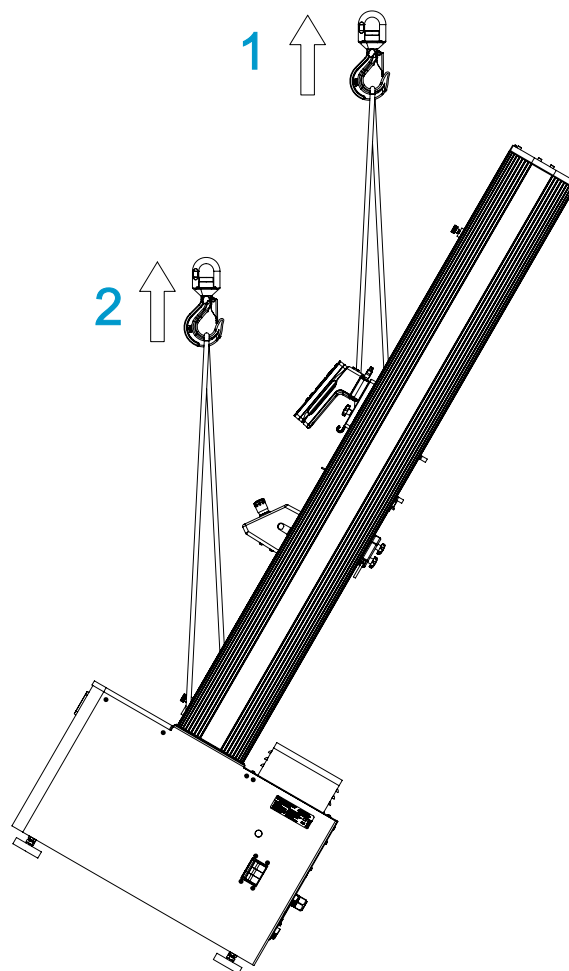

Figure 19. Redressement du bâti de charge à l'aide d'une grue
Voir Figure 19 à la page 72.
2. Attachez les deux élingues à la traverse et fixez-les au crochet de la grue comme indiqué dans Figure 19 à la page 72. Si vous utilisez des chaînes au lieu d'élingues, entourez-les d'un matériau protecteur pour éviter de rayer ou d'endommager la surface de la traverse. Les chaînes peuvent également endommager d'autres
3. Installez deux boulons de levage M16 dans la base du bâti et fixez deux élingues supplémentaires aux boulons, comme indiqué sur Figure 19 à la page 72.
Légende pour Figure 19